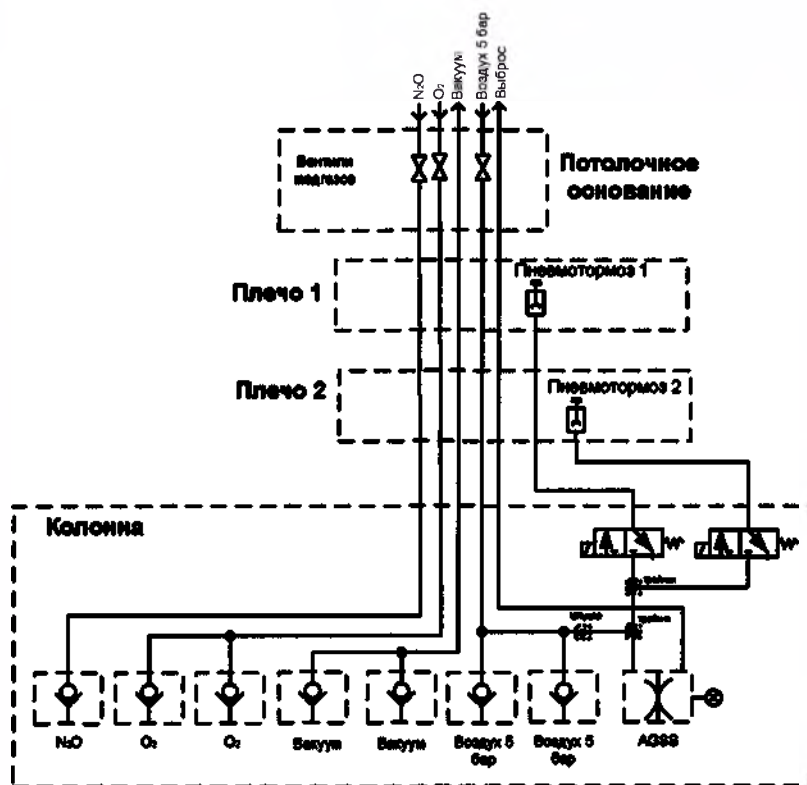
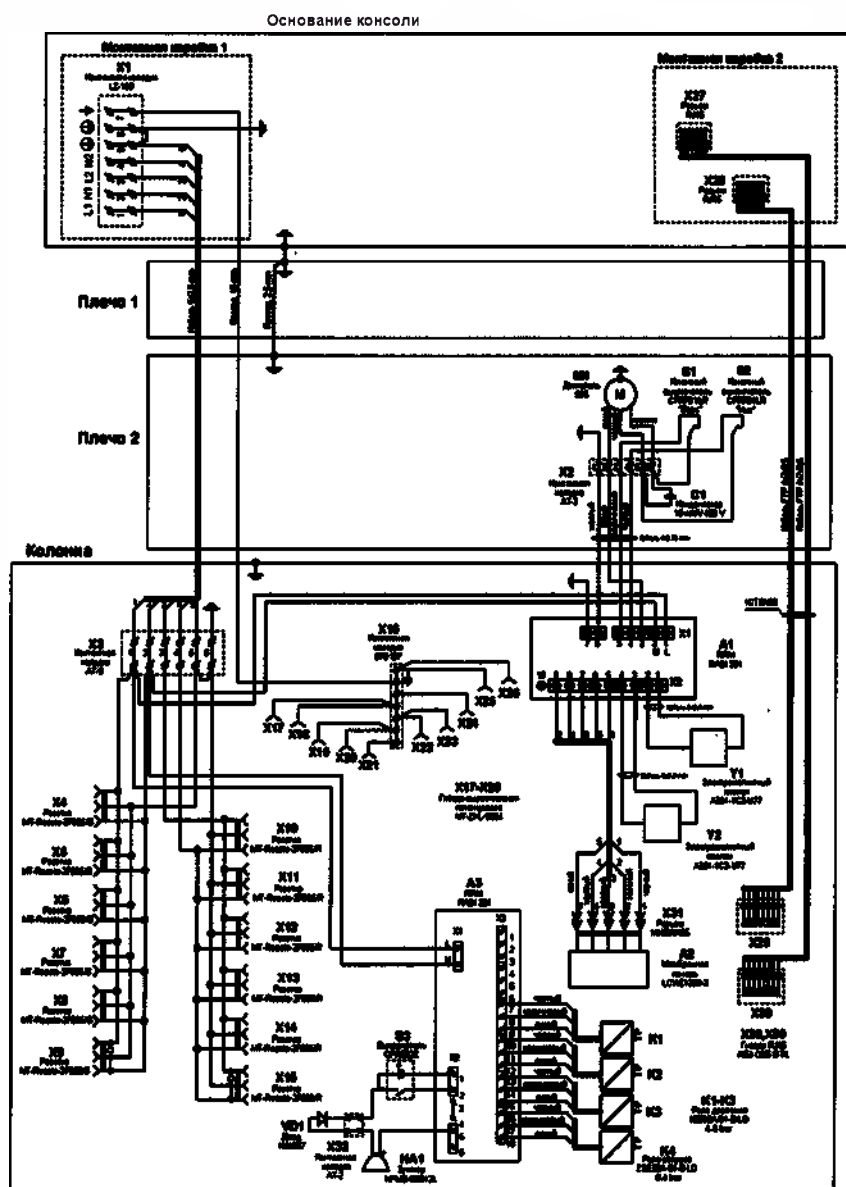

Рис. 6 Пневматическая схема консоли
Рис. 7 Электрическая схема потолочной консоли
- 6.6. Полная пневматическая схема консоли приведена на Рис. 6, электрическая - на Рис. 7. Магистрали сжатого воздуха и медгазов подсоединяются к вентилям и через них по соединительным шлангам поступают на соответствующие клапаны приборной колонны (Рис. 1). Сжатый воздух (5 бар) через пневмоклапаны (на нижней приборной полке) также подается на пневмоцилиндры, управляющие пневмотормозами поворотных плеч. Схема электропитания (Рис. 7) состоит из 8 розеток X4÷X8 К розеткам X9÷X13 подводится сеть резервного электропитания.
7.2. Магистральные трубопроводы медгазов, сжатого воздуха и вакуума подводятся по пневматической схеме (Рис.7) в последовательности согласно маркировке
8.1. Магистрали сжатого воздуха, вакуума и медицинских газов подсоединены к вентилям, расположенным на основании консоли (см. Рис. 2), которое прикреплено к потолочному перекрытию. Там же расположены колодки подключения электропитания (X1) и информационных сигналов (см. Рис. 3 и Рис. 7). Основание консоли закрыто декоративным кожухом. Подход к вентилям и колодкам подключения электропитания и информационных сигналов возможен после снятия кожуха, который состоит из двух частей соединенных винтами. Положение на несущей трубе фиксируется 2 полукольцами. Для снятия кожуха необходимо: